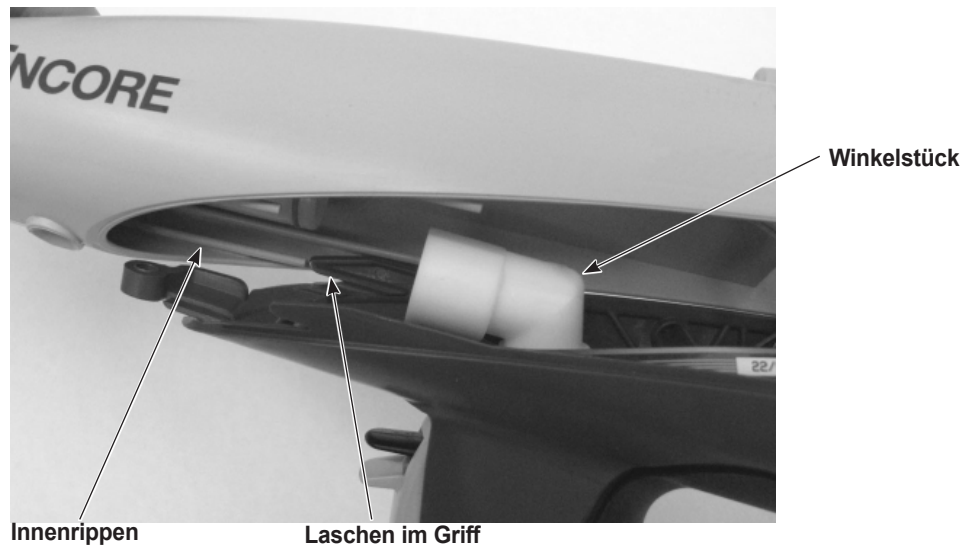

Abbildung 6-5 Installation des Applikatorgehäuses am Griff
1. Siehe Abbildung 6-5. Das Applikatorgehäuse und den Griff aufeinander ausrichten und zusammenschieben, wobei die Innenrippen des Applikatorgehäuses und die Laschen im Griff ineinandergreifen.